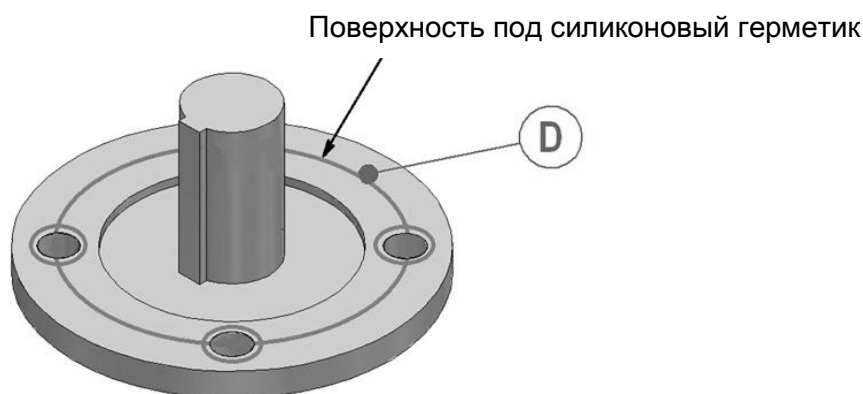

Рис. 5 - Уплотнение монтажного фланца арматуры
3) Рекомендуется уплотнять фланцы при соединении силиконовым герметиком. Нанести кольцо силиконового герметика вокруг монтажной поверхности фланца, кольцо должно находиться от штока на радиусе отверстий под болты. Нанести небольшие кольца герметика вокруг каждого отверстия под болт для полного уплотнения поверхности. Поверхность отмеченная 'D' на Рис. 5 указывает где возможно наносить герметик на монтажный фланец. Допустимые герметики смотреть в таблице 4 на стр. 14.
Если для управления редуктором используется привод, то сопрягаемые поверхности между входным фланцем редуктора и выходом привода должны быть герметизированы перед сборкой использованием кольца из силиконового герметика, нанесенного на тот же радиус, что и монтажные отверстия, нанести небольшие кольца герметика вокруг каждого из монтажных отверстий для полного уплотнения поверхностей (см. Рис. 5). Настройки концевых и моментных выключателей привода необходимо выполнить в соответствии с рекомендациями производителя привода. Настроить стопорные болты открытия и закрытия (см. следующий раздел). Допустимые герметики смотреть в таблице 4 на стр. 14.